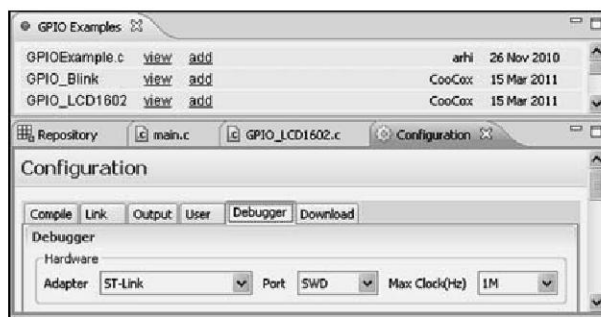

Рис.88
2) После запуска среды CoIDE надо задать, как обычно, путь к Си-компилятору: «Project-Select Toolchain Patch-C:\Program Files\GNU Tools ARM Embedded\4.6 2012q2\bin-нажать OK». Настроить параметры программатора: «Project-Configuration-Debugger-рис.88».
вверху окне будут видны указатели на 4 примера программ. Чтобы все они нормально работали, необходимо подключение к Интернету. Выбрать строку «GPIO_LCD1602» и нажать «add» (рис.88). После этого в программу «main.c» будет добавлена функция примера работы с АЦЖК (рис.89).